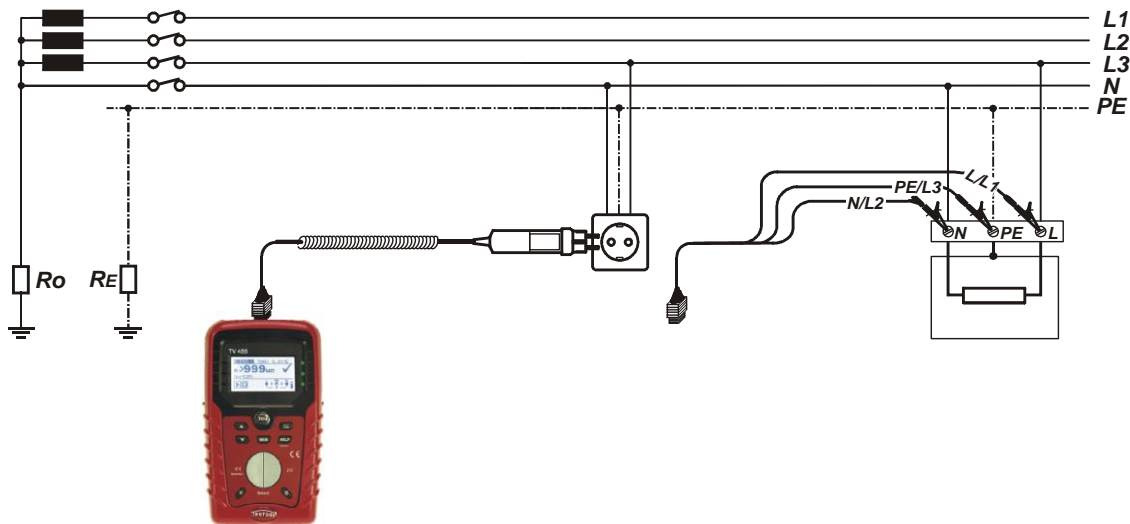

Figure 5.24: Connexion du câble à fiche et du cordon de test à 3 fils
- ❑ **Connecter** les fils d'essai à l'élément à tester (voir figures 5.24 et 5.17).